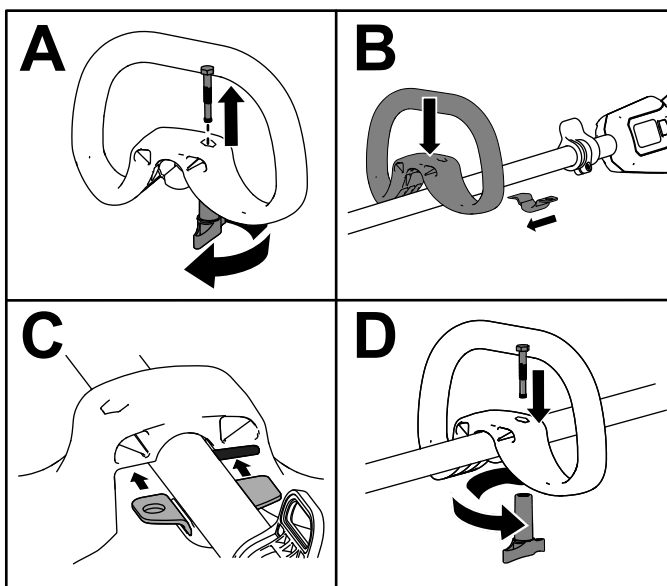

Figura 3
1. Separate l'impugnatura ausiliaria dalla staffa dell'impugnatura inferiore svitando la manopola di bloccaggio dell'impugnatura e rimuovendo il bullone a testa cava (A di Figura 3).
2. Allineate l'impugnatura ausiliaria con la staffa dell'impugnatura inferiore sull'impugnatura del decespugliatore (B di Figura 3).
3. Fate scorrere la staffa dell'impugnatura inferiore nella fessura sull'impugnatura ausiliaria (B di Figura 3).
4. Fissate l'impugnatura ausiliaria alla staffa dell'impugnatura inferiore con il bullone a testa cava rimosso in precedenza (C di Figura 3).